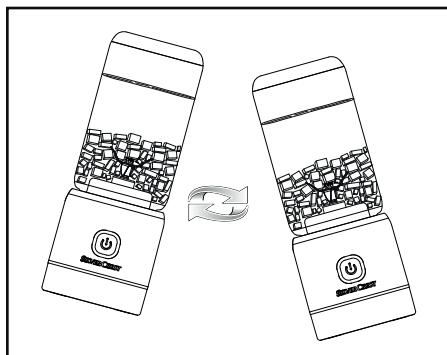

Fig. 1
4) Puede mover el aparato para distribuir mejor los ingredientes mientras los procesa. Para ello, sujeté el aparato con la mano y desplácelo de un lado para otro con movimientos oscilantes (consulte la fig. 1). Asegúrese de que el vaso para batir 4 no se suelte del bloque motor 9.